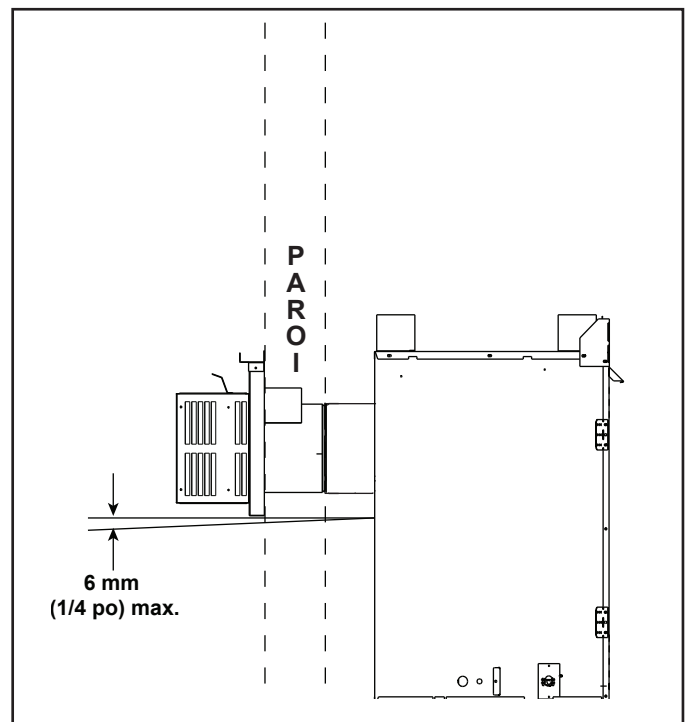

Figure 4.8
- Le chapeau de l'extrémité horizontale devrait avoir une inclinaison vers le bas de 6 mm (1/4 po) afin de permettre à toute humidité dans le chapeau d'être libérée. Voir la figure 4.8.